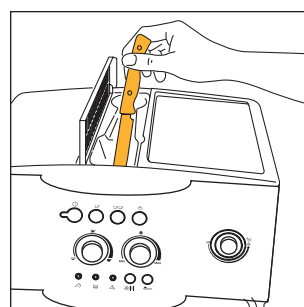

Рис. 20
**ПРИМЕЧАНИЕ 5:** если более одной мерки засыпанного молотого кофе застрянет в воронке, для того, чтобы он прошел, используйте нож, рис. 20, затем снимите и очистите заварочную головку и кофеварку, как описано в пар. 10.2 "Очистка заварочной головки".